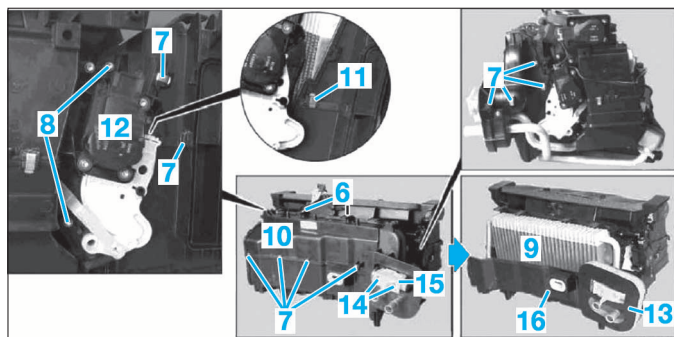
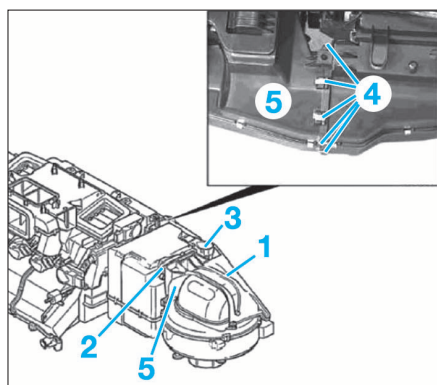

FIG. 13
FIG. 12
- le connecteur (1) (Fig.12) du capteur d'humidité.
- le connecteur (2) de l'actionneur d'air recyclé.
- le connecteur (3) du servomoteur du clapet de filtre à charbon actif
- Déclipper les 5 ressorts tendeurs (4).
- Désaccoupler le boîtier (5) du motoventilateur.
- les vis (6) (Fig.13).
- les 10 ressorts tendeurs (7).
- les vis (8).
- Rabattre l'évaporateur (9) avec le couvercle (10).
- Déclipper le ressort tendeur (11).